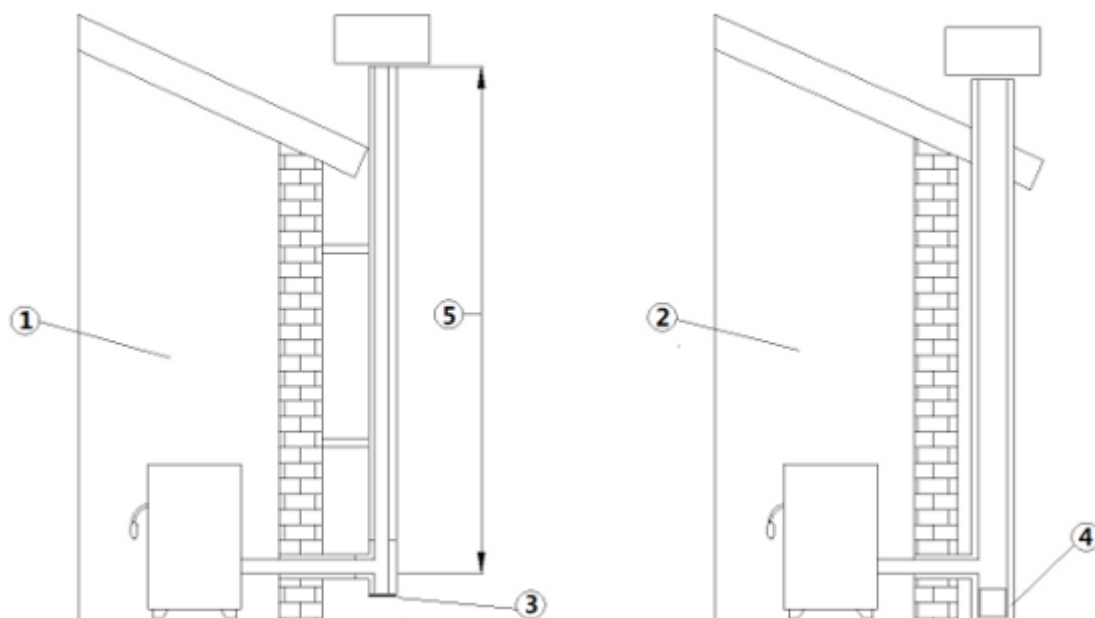

Fig. 2 - Rookkanalen
LEGENDA Fig. 2 op pag. 39
- Het rookkanaal moet enkelvoudig zijn (zie **Fig. 2 op pag. 39** met geïsoleerde inox-buizen (1) of op een bestaand rookkanaal (2)).
- Beide oplossingen moeten een inspectiedop (3) en/of een inspectieluikje (4) bezitten.